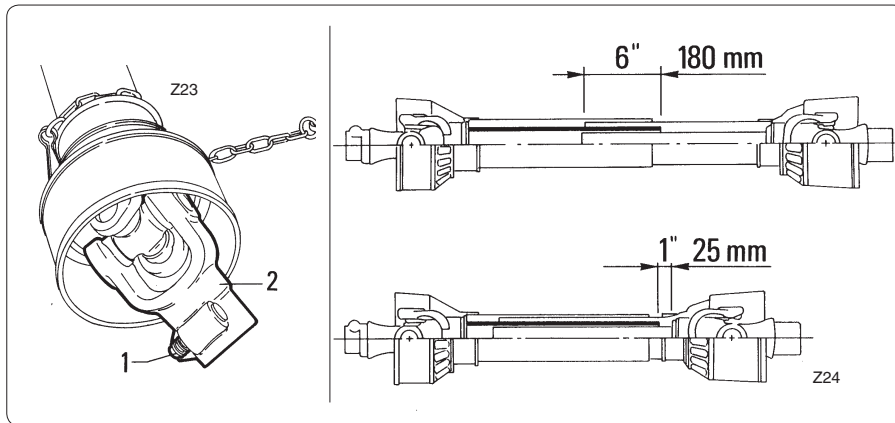

fig. 4.2.3
*Dazu die Stifte und Sicherheitsbolzen "1" Abb. 4.2.3 in die Hohlräume in den Zapfwellen stecken, sowohl schlerpperseitig als auch maschinenseitig.*